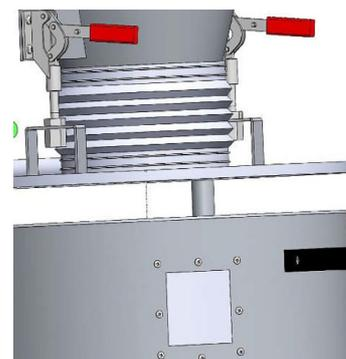

Abb. 15: Staubsammelbehälter reinigen
Schritt 2: Schnellverschlüsse (Abb.15) lösen um den Behälter zu öffnen.